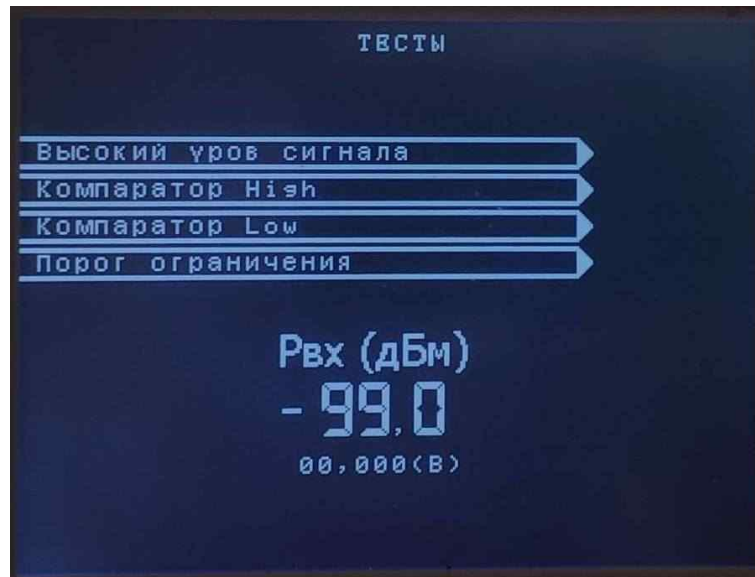

Рисунок 22 – Підрозділ «Компаратори»
**3.5. «Компаратори»** - підрозділ призначений для перевірки спрацювання компараторів. При зниженні рівня сигналу на вході нижче заданого порога спрацювання, загоряється відповідний сектор на дисплеї (див. рисунок 22). Додатково виконується виведення на екран значення поточного рівня сигналу на вході ЛФ.